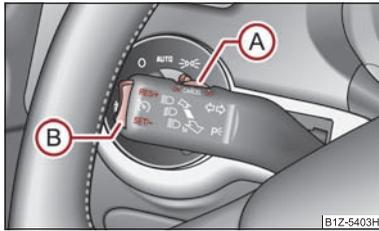

Fig. 116 Manette de commande: Interrupteur et contacteur du régulateur de vitesse
- Poussez le contacteur (A) ⇒ page 117, fig. 116 pour le mettre sur **ON**.
- Une fois la vitesse souhaitée obtenue, appuyez sur l'interrupteur (B) pour la mettre sur la position **SET**.
- Vous pouvez **augmenter** la vitesse mémorisée sans actionner la pédale d'accélérateur en appuyant sur la touche à bascule (B) ⇒ page 117, fig. 116 pour la mettre sur la position **RES**.
⇒ page 117, fig. 116 dans la position **RES**.
- Poussez le contacteur **(A)** ⇒ page 117, fig. 116 vers la droite sur la position **OFF**. ■